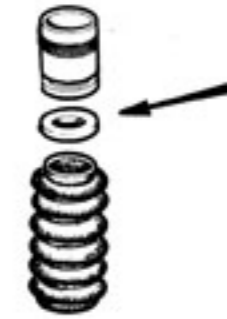

Fig. 3
- S'assurer que les joints des écrous de bas de fourche soient en bon état (les remplacer si nécessaire, Fig. 3).